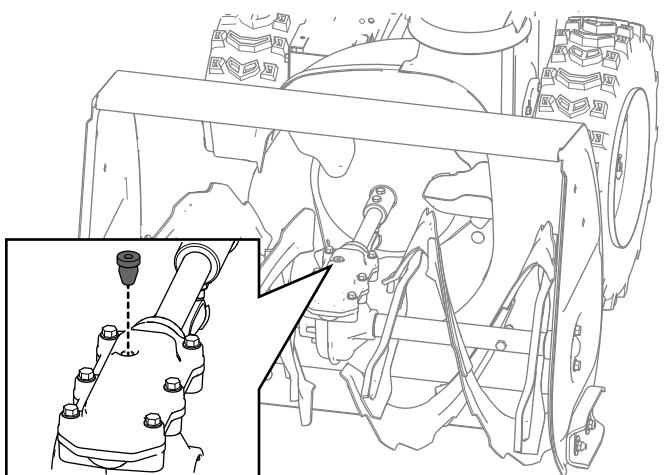

Рисунок 38
2. Очистите область вокруг заглушки трубы и снимите заглушку трубы с редуктора (Рисунок 38).